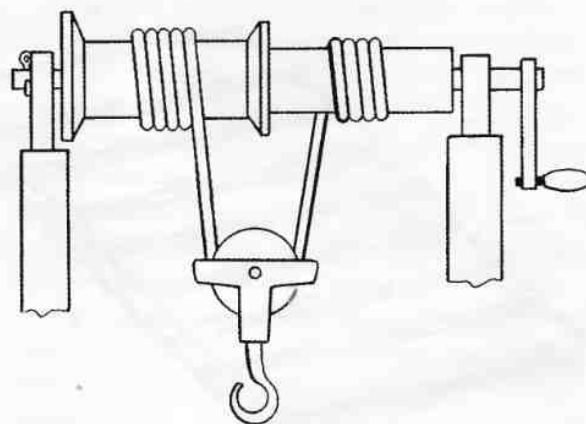

Рис. 571. Дифференциальный ворот
**Ворот дифференциальный** — простейшая грузоподъемная машина (рис. 571), дает большой выигрыш в силе благодаря незначительной разнице в диаметрах двух барабанов, посаженных наглухо на общую ось вращения, когда при подъеме груза канат сматывается с малого барабана и наматывается на большой, поднимая блок.